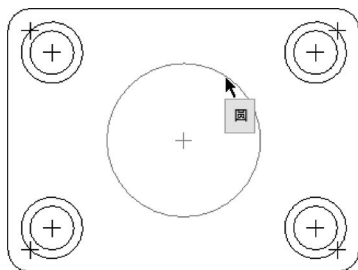

图 2-39 确认圆心点
STEP 03 在绘图区中的大圆上单击鼠标左键，确认圆心点，并移动鼠标指针至合适位置，如图 2-39 所示。